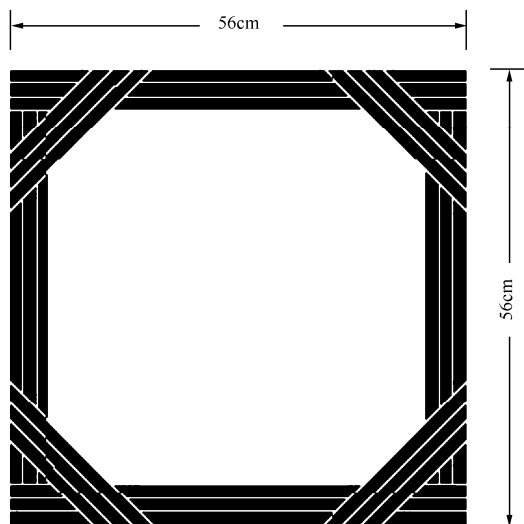

图 6-7 模拟桌面边沿的绝缘带边
(1) 如图 6-7 所示，建立一块有绝缘带边界的场地。使用至少 3 条绝缘带，绝缘带边之间连接紧密，没有白色露出来。